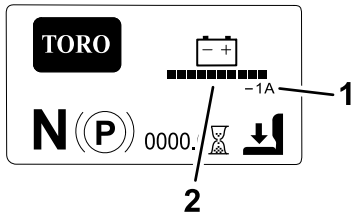

Figura 19
- **Pantalla principal de información (Figura 19):** muestra información actual de la máquina con la llave en la posición de CONECTADO. Esta pantalla